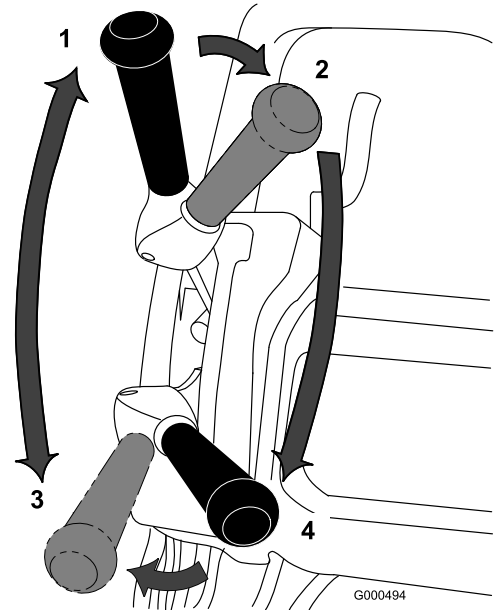

Figura 20
1. Arranque el motor, ponga el acelerador en Lento, empuje el manillar hacia abajo para elevar la unidad de corte, ponga la palanca de tracción en Engranada y lleve el cortacésped al borde del green (Figura 20).
2. Ponga la palanca de tracción en Desengranada y engrane la palanca de transmisión al molinete (Figura 20).
3. Ponga la palanca de tracción en la posición Engranada, aumente la velocidad con el acelerador hasta que el cortacésped se desplace a la velocidad deseada, lleve el cortacésped al green, baje la parte delantera del cortacésped y empiece a segar (Figura 20).